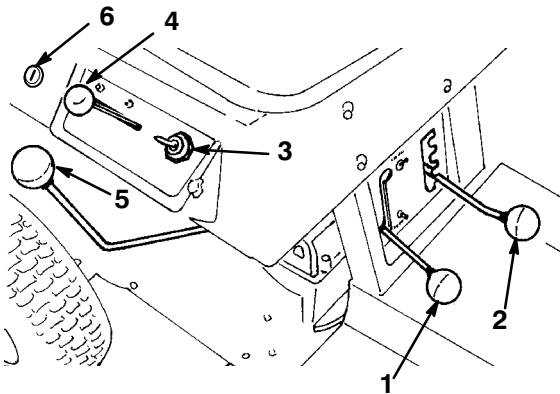

Bild 7
Die Antriebsachse hat fünf Vorwärtsgänge, die Neutral-Position und einen Rückwärtsgang. Der Schalthebel befindet sich rechts vom Fahrer (Bild 7). Ein Sicherheitsschalter verhindert das Anlassen des Motors, wenn ein Gang eingelegt ist, d.h. außer Neutral.
Der Schneidwerkschalthebel (ZWA) (Bild 7) schaltet das Schnittmesser ein und aus. Ein Sicherheitsschalter verhindert das Anlassen des Motors, wenn dieser Schalthebel auf EIN steht. Der Motor lässt sich nur starten, wenn dieser Schalthebel auf AUS steht.
Der Gashebel (Bild 7) ist mit der Drossel und dem Choke am Vergaser verbunden und betätigt diese. Dieser Hebel hat vier Stellungen: Leerlauf, Warmstart, Betrieb und Choke. Drücken Sie den Hebel etwas nach links und oben, um ihn auf Choke zu stellen.
Drehen Sie den Schlüsselschalter (Bild 7) und lassen ihn wieder los zum Deaktivieren der "Betrieb-im-Rückwärtsgang"-Möglichkeit.
Das Zündschloss (Bild 7) hat drei Stellungen: AUS, Lauf und Start. Der Schlüssel kehrt aus der Startposition von selbst in die Laufstellung zurück, wenn Sie ihn nach dem Anlassen des Motors loslassen.
Mit Hilfe der Schnitthöheneinstellung (Bild 7) können Sie die Schnitthöhe in fünf Schritten von ca. 38 bis 89 mm variieren.
2. Stellen Sie beim Anlassen eines kalten Motors den Gashebel auf Choke (Bild 7). Stellen Sie den Gashebel beim Anlassen eines bereits warmen Motors auf Schnell.
3. Drehen Sie den Zündschlüssel auf Start (Bild 7). Lassen Sie den Schlüssel, wenn der Motor anspringt, los und bewegen den Gashebel sofort in eine Position zwischen Schnell und Langsam, wenn Sie zum Starten den Choke benutzt haben. Stellen Sie den Gashebel für die optimale Leistung auf Schnell (Vollgas).